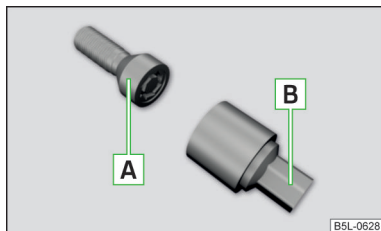

Fig. 164
Șuruburile de roată antifurt protejează roțile împotriva unui furt. Acestea se pot desface, respectiv strânge numai cu ajutorul adaptorului [B] » fig. 164.
- Introduceți adaptorul [B] » fig. 164 cu partea dințată în coroana interioară dințată din capul șurubului de roată antifurt [A] până la limită.